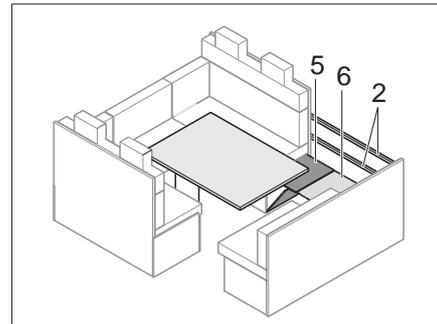

Bild 117 Lehnenverlängerung anbringen
- Lehnenverlängerungen (Bild 117,2) anbringen.